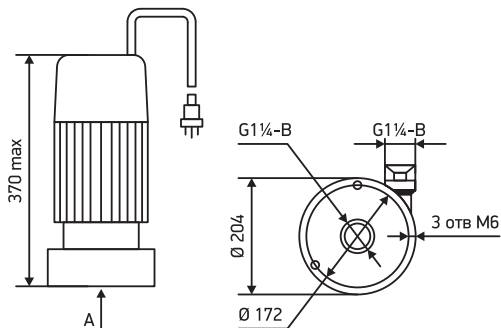

рис. 1 - Габаритные и установочные размеры
- 6.3. Вал электронасоса перед запуском провернуть. Перед установкой электронасоса произвести пробный запуск на 5-10 с, затем закрепить его к основанию с помощью шпилек М6, входящих в комплектность, предварительно завернув их в отверстия, указанные на рис. 1.